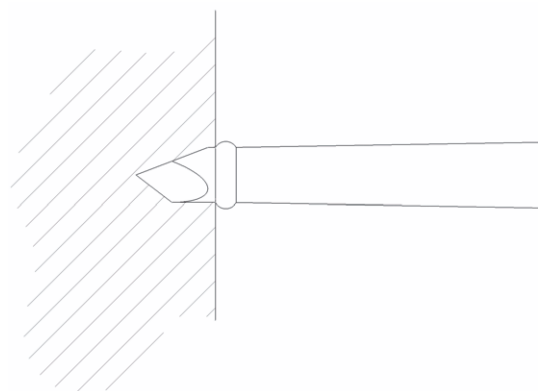

Fig. 1 Alène complètement insérée
- Ne jamais insérer l'alène au-delà du bord surélevé, voir Fig. 1.